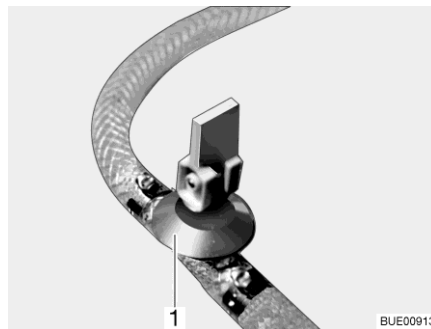

Bild 223 Avtappningskran
- Stäng avtappningskranen/avtappningskranarna. Ställ vipparmen (Bild 223,1) i vågrätt läge.
- Öppna avtappningskranen/avtappningskranarna (Bild 223). Ställ vipparmen (Bild 223,1) i lodrätt läge. Varmvattenberedaren töms utåt.